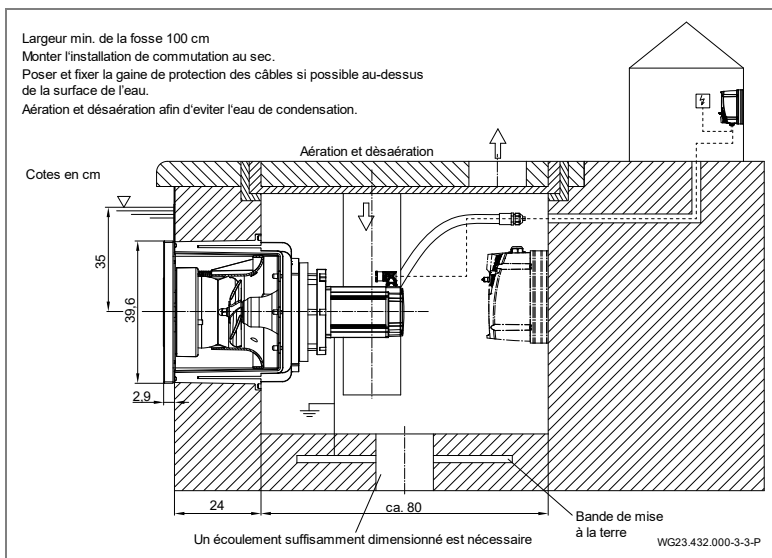

Fig. 17
1. Dégraisser la tubulure de raccordement (d, (Fig. 17)) sur le boîtier en plastique (1) et la douille de raccordement de la gaine de protection des câbles (12) avec un nettoyeur pour PVC-U / ABS.